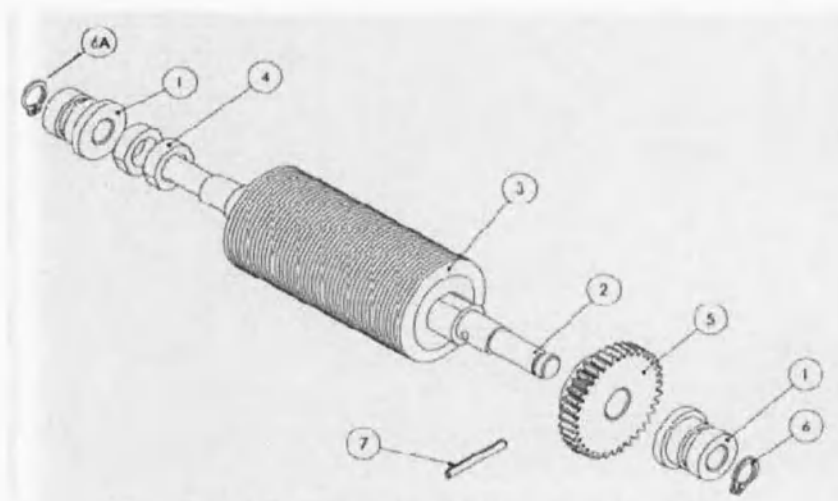

Рис. 12. Ось с ножами в разобранном состоянии
Если Вы хотите заменить ножи самостоятельно, пожалуйста, ознакомьтесь с приведенными ниже инструкциями и взгляните на рис. 12.
- Удалите стопорное кольцо с вала со стороны, противоположной зубчатому колесу (номер 6A на рис. 12). Для удаления таких колец существуют специальные клещи, но также можно воспользоваться отверткой (в комплект поставки лезвий компании «Нитеса» входит новое стопорное кольцо, поэтому не бойтесь повредить или потерять его).
- Удалите опорное кольцо с этой же стороны (номер 1 на рис. 12).
- Осторожно ослабьте две гайки (номер 4 на рис. 12) ключом на 16 мм (0.63"). Для предотвращения вращения вала можете зафиксировать его другим ключом на 13 мм (0.51") в области между зубчатым колесом и ножами.